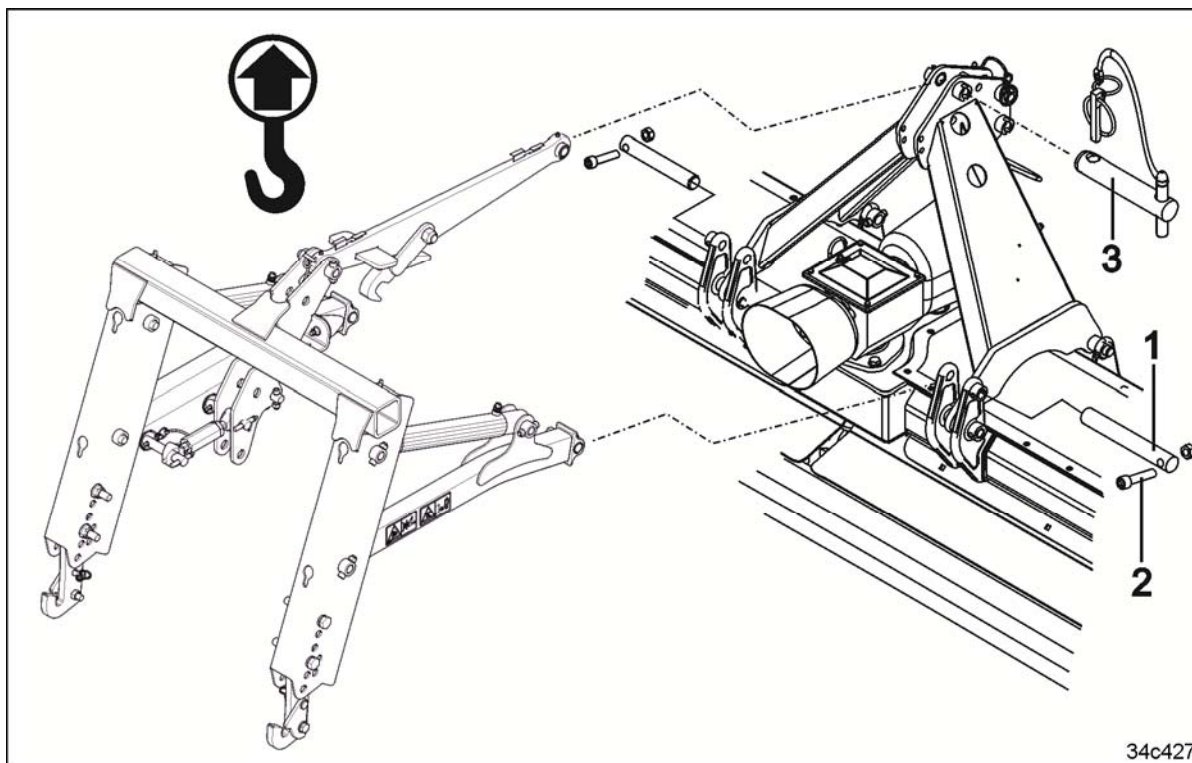

Fig. 87
5. Fest løfterammen på de nedre styringspunktene. Sikre bolten (Fig. 87/1) med en skrue (Fig. 87/2).
6. Fest den øvre koplingen med en bolt (Fig. 87/3) og sikre den med en låsesplint.